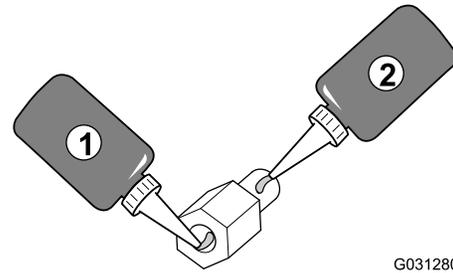

Figura 7
2. Aplique una capa de fijador de roscas (capilar – resistencia media alta) a las roscas de la porción de la tuerca del separador roscado (Figura 7).
4. Aplique una capa de fijador de roscas (capilar – resistencia media alta) a las roscas de la porción del espárrago del separador roscado (Figura 7).